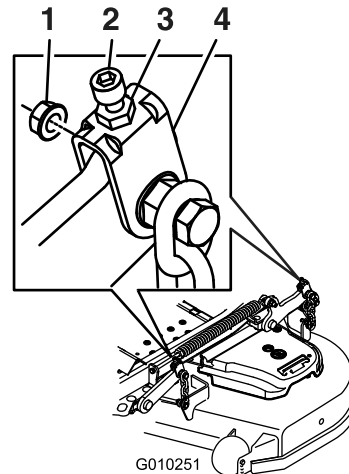

**Figura 91**
9. En ambos lados de la carcasa, mida desde la superficie nivelada hasta la punta delantera de la cuchilla (Posición A). La distancia debe ser de 7.6 cm (3"); consulte Figura 91.
15. En ambos lados de la carcasa, mida desde la superficie nivelada hasta la punta trasera de la cuchilla (Posición B). La distancia debe ser de 8.3 cm (3 1/4"); consulte Figura 91.